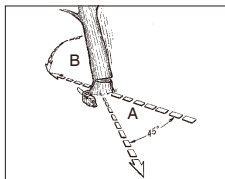

Fig. 11A
⚠ ADVARSEL: En tilflugtssti (A) bør planlægges og gøres klar, før nedskæringerne går i gang. Tilflugtsstien skal gå bagud og diagonalt bagved den forventet retning af hvor træet skal falde, som vist i fig. 11A.
⚠ ADVARSEL: Som fældesnippet kommer tættere på falsen, skulle træet gerne begynde at falde. Når træet begynder at falde, skal du fjerne saven fra snittet, stands motoren, læg saven ned, og forlad området via tilflugtsstien (Fig. 11A).